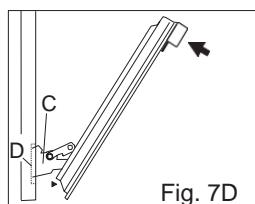
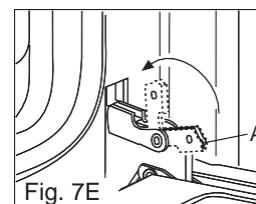

Fig. 7D
Fig. 7E
4) À l'aide des deux mains, exercer une légère pression de la porte vers l'intérieur en permettant aux charnières « **C** » de la porte de se détacher des rainures « **D** » (voir fig. 7D), puis tirer la porte vers vous jusqu'à ce qu'elle se détache du four. Après le nettoyage, remonter correctement la porte en suivant la procédure inverse, puis remettre en place les crochets « **A** » vers l'intérieur avant de fermer la porte (fig. 7E).